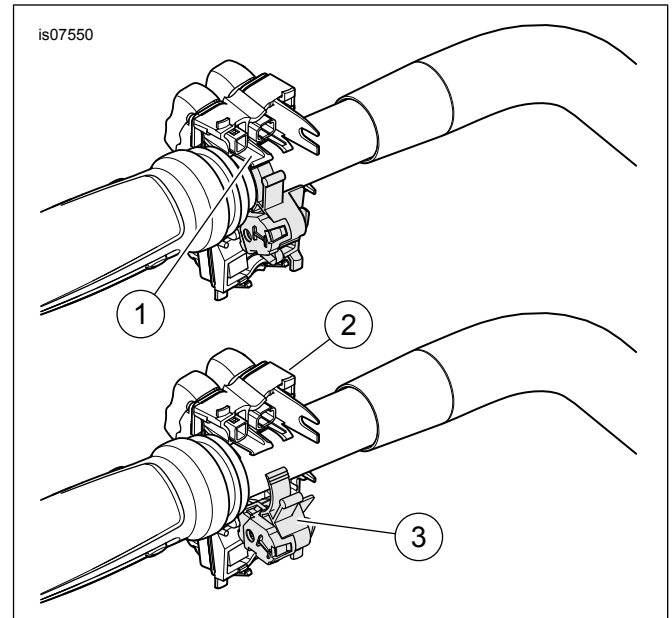

Figure 2. Retrait du bloc interrupteur des commandes manuelles
- e. Voir la Figure 2. Tirez sur la fixation à cliquet (1).